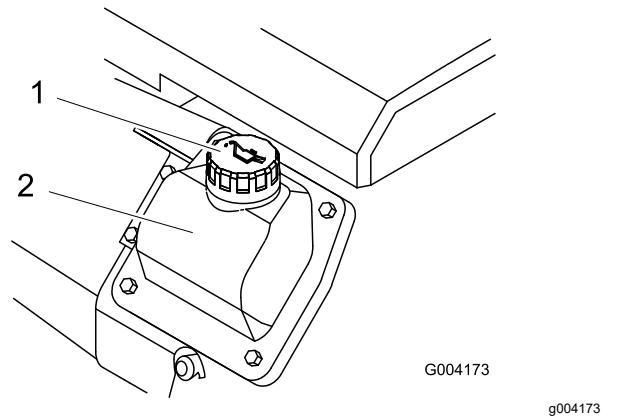

Figura 36
8. Se il livello dell'olio è basso, pulite attorno al tappo di riempimento dell'olio e rimuovete il tappo (Figura 36).
- Togliete il tappo di riempimento dell'olio (Figura 36) e versate lentamente l'80% circa della quantità d'olio specificata attraverso il coperchio della valvola.